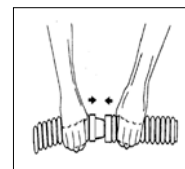

Figure 4
L'appareil comporte onze (11) tuyaux de raccordement flexibles de 81 centimètres de long et un (1) tuyau principal de 81 centimètres avec un embout gris. Connecter les sections de tuyau du nettoyeur les une aux autres. Pour ce faire, il faut introduire fortement et tourner l'extrémité mâle de chaque tuyau dans l'extrémité femelle d'un autre tube (Voir Figure 4). Selon la dimension et la forme de votre piscine, toutes les sections de tuyau ne seront pas toutes utilisées. Cependant, **le tuyau principal DOIT TOUJOURS être utilisé, sinon votre nettoyeur ne fonctionnera pas correctement**. Ne pas serrer les raccords à fond, mais ceux-ci **DOIVENT** être néanmoins assez fortement serrés pour empêcher toute fuite d'air. Il est recommandé de mouiller les embouts de tuyau pour faciliter le raccordement des sections de tuyau.